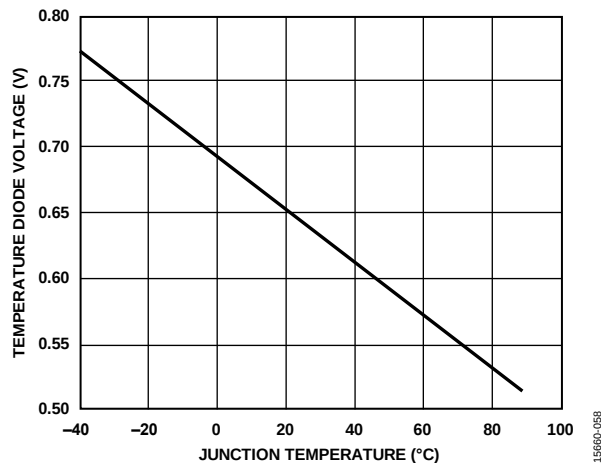

図 87. サイズ 1 の温度ダイオードの代表的電圧応答
7. レジスタ 0x18E6 を 0x01 に設定して、中央にある温度ダイオードのうち、サイズが小さい方（1x）の電圧エクスポートをオンにします。温度ダイオードの代表的な電圧応答を図 87 に示します。この電圧がダイ温度を表しますが、精度を向上させるために、2 個あるダイオードの両方の値を測定することを推奨します。サイズが 20 倍のダイオードをイネーブルする方法は次のとおりです。